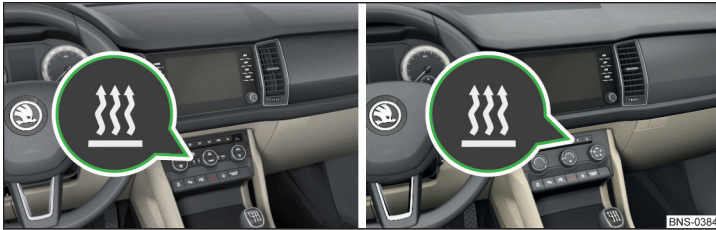

Abb. 167 Taste für das Ein-/Ausschalten (Climatronic / manuelle Klimaanlage)
- ▶ Mit der Taste  auf dem Bedienteil der Klimaanlage » Abb. 167.
Bei aktiviertem automatischem Einschalten leuchtet nach dem Ausschalten der Zündung für 10 Sekunden die Kontrollleuchte in der Taste  auf » Abb. 167.